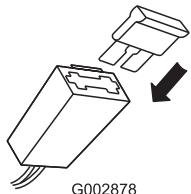

Figure 42
- Remplacez le fusible dans le porte-fusible (Figure 42).